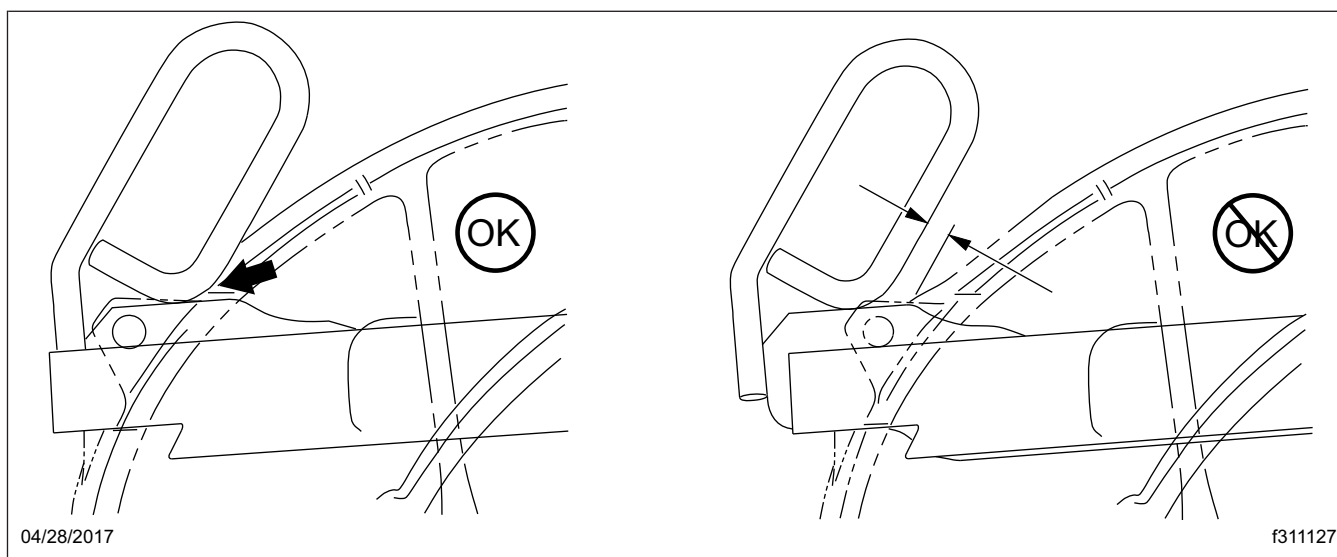

Figura 18.7, Manija de liberación de Jost en posición de bloqueo
11. Asegúrese de que la manija de liberación esté en la posición de cerrado, junto a la fundición. Vea la **Figura 18.7**.